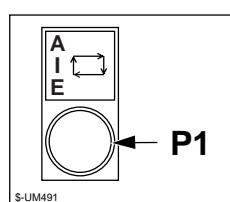

Fig. 6.4b
- premere il tasto P1 di start (Fig. 6.4b) del campo abilitato alla lavorazione
- premere il tasto P1 di start (fig. 6.4b)